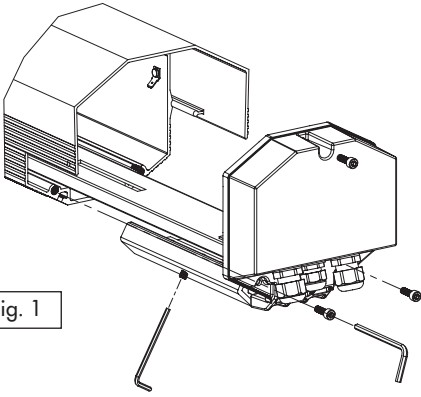

Fig. 1
- Nun das Gehäuse schließen. Die Vorgehensweise ist umgekehrt zu den vorstehenden Ausführungen (Fig. 1).
- Das Gehäuse wird nach den vorstehenden Ausführungen geöffnet (Fig. 1).
- Das Gehäuse schließen. Die Vorgehensweise ist umgekehrt zu den vorstehenden Ausführungen (Fig. 1).
- Ausführungen geöffnet (Fig. 1).
8. Das Gehäuse schließen. Die Vorgehensweise ist umgekehrt zu den vorstehenden Ausführungen (Fig. 1).
1. Das Gehäuse öffnen, wie vorstehend beschrieben (Fig. 1)
4. Das Gehäuse wird in der umgekehrten Reihenfolge wie der vorstehend beschriebenen geschlossen (Fig. 1).